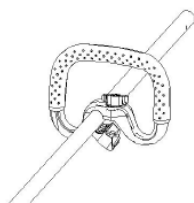

Fig.2
1. Poussez la poignée sur le tube de transmission, assemblez les parties supérieure et inférieure, serrez la poignée en tournant le bouton de la poignée dans le sens des aiguilles d'une montre (Fig. 2 et 3).